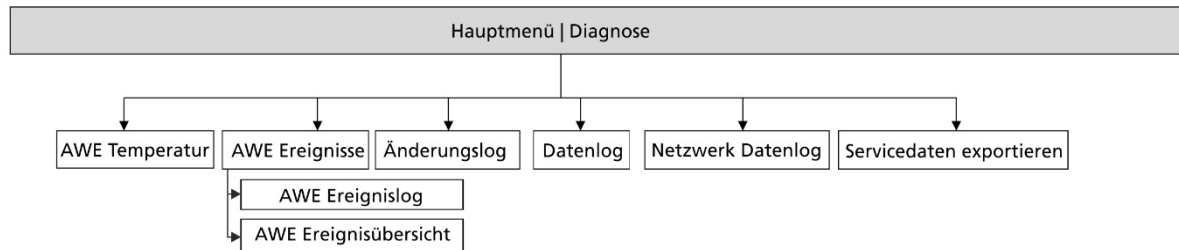

Abb. 104 Menü Diagnose
2. Wählen Sie die Backup-Datei mit den Schaltflächen (Abb. 104, Pos. 1,3)
- ▶ Uhrzeit und Datum (Abb. 104, Pos. 5,6) des Backups werden angezeigt. Es können nur fehlerfreie Backup-Dateien (Abb. 104, Pos. 7) geladen werden.
3. Klicken Sie auf die Schaltfläche „Wiederherstellen“ (Abb. 104, Pos. 4).
4. Eine Bestätigungsmeldung (Abb. 104, Pos. 8). erscheint.